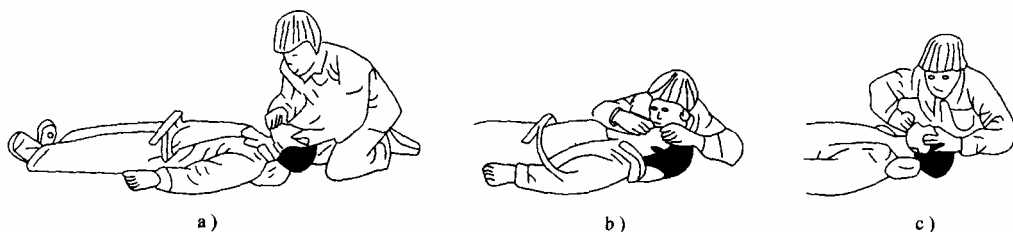

图 1-4 人工呼吸法
(1) 对症进行救护：
①如果触电者伤势不重，神智清醒，但是有些心慌、四肢发麻、全身无力；或者触电者在触电的过程中曾经一度昏迷，但已经恢复清醒。在这重情况下，应当使触电者安静休息，不要走动，严密观察，并请医生前来诊治或送往医院。
②如果触电者伤势比较严重，已经失去知觉，但仍有心跳和呼吸，这时应当使触电者舒适、安静地平卧，保持空气流通。同时揭开他的衣服，以利于呼吸，如果天气寒冷，要注意保温，并要立即请医生诊治或送医院。
③如果触电者伤势严重，呼吸停止或心脏停止跳动或两者都已停止时，则应立即实行人工呼吸和胸外挤压，并迅速请医生诊治或送往医院。应当注意，急救要尽快地进行，不能等候医生的到来，在送往医院的途中，也不能中止急救。
(2) 口对口人工呼吸法，是在触电者呼吸停止后应用的急救方法：
①触电者仰卧，迅速解开其衣领和腰带。
②触电者头偏向一侧，清除口腔中的异物，使其呼吸畅通，必要时可用金属匙柄由口角伸入，使口张开。
③救护者站在触电者的一边，一只手捏紧触电者的鼻子，一只手托在触电者颈后，使触电者颈部上抬，头部后仰，然后深吸一口气，用嘴紧贴触电者嘴，大口吹气，接着放松触电者的鼻子，让气体从触电者肺部排出。每 5s 吹气一次，不断重复地进行，直到触电者苏醒为止，如图 1-4 所示。